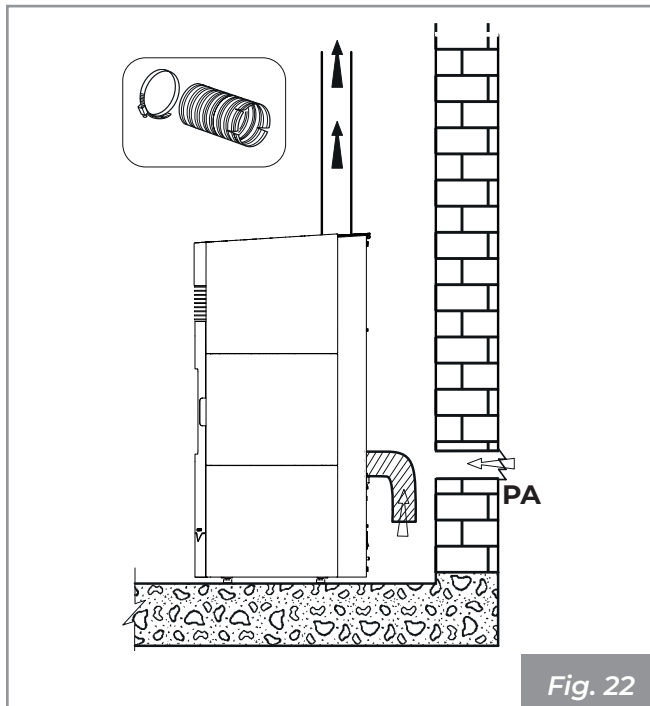
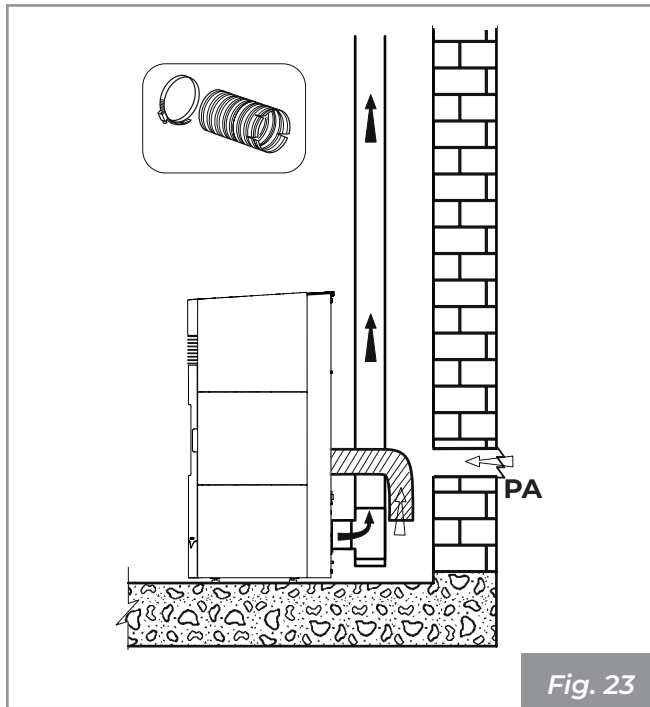

Fig. 22
Fig. 23
- desde el ambiente de instalación o de los locales contiguos apropiados (**Fig. 22 - Fig. 23**)
Realizar la toma de aire en la pared (Fig. 22 y Fig. 23 - PA = Toma de Aire), y dejar que el aparato esté libre de extraer aire en el ambiente teniendo cuidado de conectar en el tubo de entrada del aire el tramo de tubo corrugado, en caso de que sea suministrado, fijándolo con la abrazadera y plegándolo ligeramente hacia abajo con el fin de prevenir posibles efectos de resonancia.